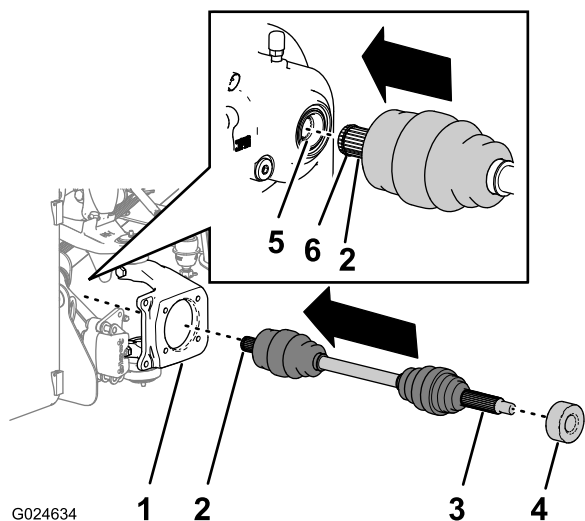

Figura 32
1. Limpe com um pano as estrias em cada extremidade dos 2 eixos dianteiros (Figura 32).
3. Deslize a ponta interior ou o eixo dianteiro através do furo de 87,3 mm de diâmetro na manga de eixo (Figura 32).
4. Alinhe as estrias da ponta do eixo interior com as estrias no encaixe do diferencial e mova a ponta até que encaixe totalmente (Figura 32).
5. Deslize o espaçador sobre a ponta do eixo exterior e posicione o espaçador sobre a parte interior das estrias longas (Figura 32).